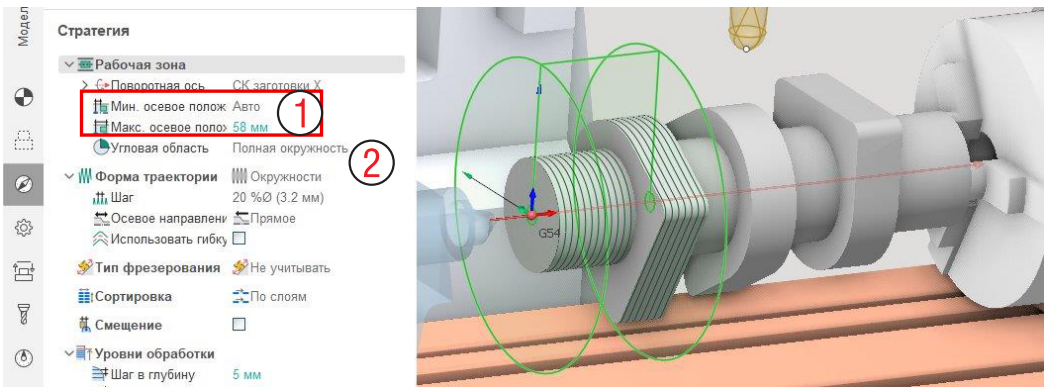

Рис. 12-9. Рабочая зона операции Черновая ротационная.
На вкладке Стратегия задайте **Минимальное и Максимальное осевые положения** (1) как на рис. 12-9.